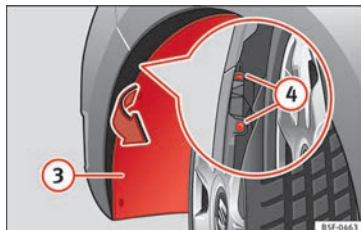

Fig. 113 Phare antibrouillard : accès au connecteur et au porte-ampoule.
- Tirez l'aile **fig. 113** ③ pour avoir accès aux 2 vis **fig. 113** ④ du pare-chocs qui sont cachées.